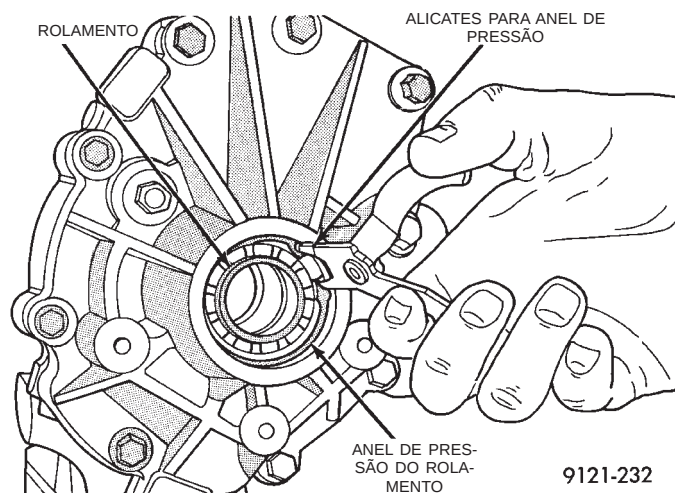

Fig. 51 Instalação da Vedação
- (1) Limpe e verifique a área de vedação.
- (2) Instale uma nova vedação com o instalador de vedação MD998334 (Fig. 51).
- (3) Reinstale a metade do eixo dianteiro direito.
- (4) Verifique e abasteça os fluidos, conforme necessário.